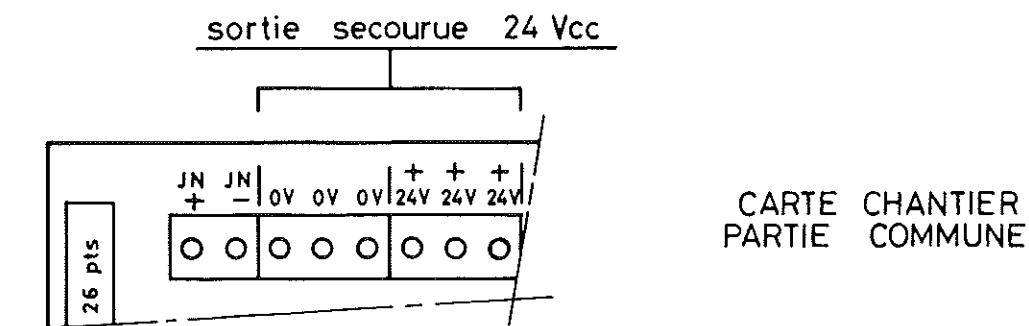

fig 11
- . 24 Vcc du TSIM (Fig. 11)
Utiliser de préférence le 24Vcc du TSIM (Fig. 11)
- 24Vcc du TSIM (Fig. 11)